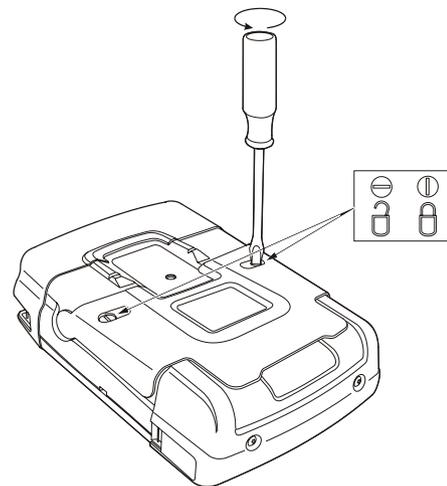

Рис. 47. Разблокировка крышки аккумуляторного отсека
3. Откройте крышку аккумуляторного отсека (Рис. 47)